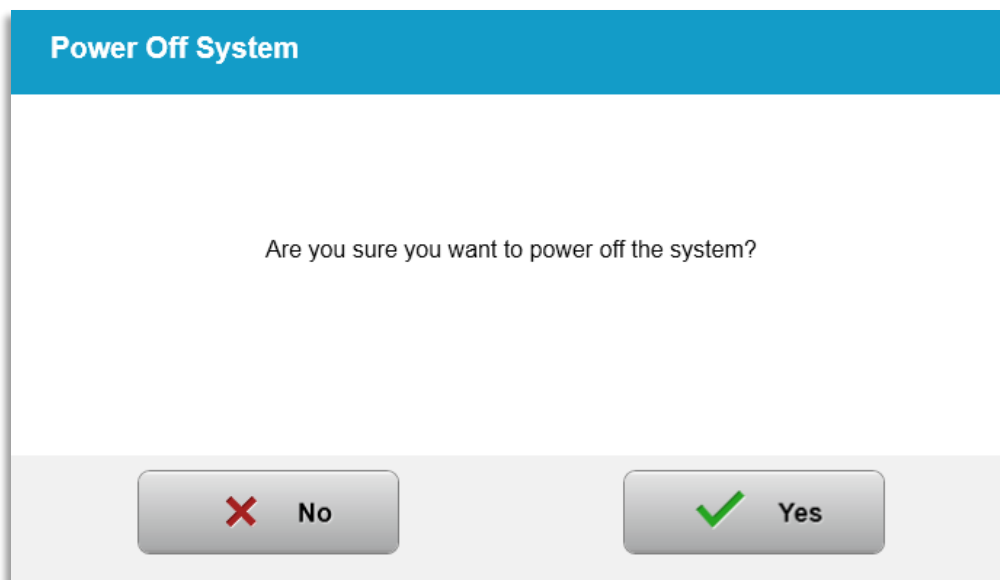

Figura 3-48. Confirmar “Desligamento”
- Confirme o desligamento do sistema selecionando “Sim” como mostrado na figura 3-48.